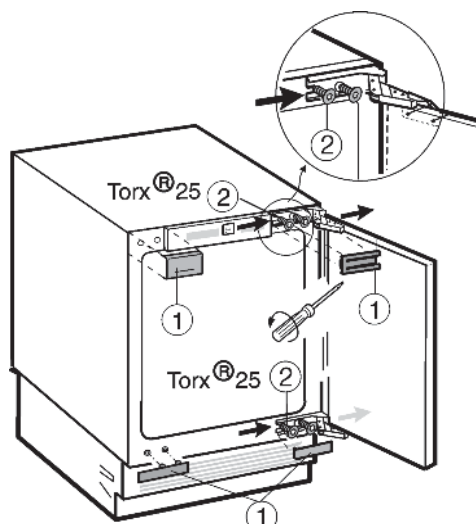

Fig. 2
- ▶ Retirer les caches Fig. 2 (1).
- ▶ Desserrer seulement les vis de fixation Fig. 2 (2).
- ▶ Déplacer les vis de fixation Fig. 2 (2) du haut et du bas de l'autre côté.
- ▶ Accrocher la porte de l'appareil aux vis de fixation Fig. 2 (2) montées au préalable.
- ▶ Serrer les vis de fixation Fig. 2 (2) avec un couple de serrage de **4 Nm**.
- ▶ Remonter les caches Fig. 2 (1).